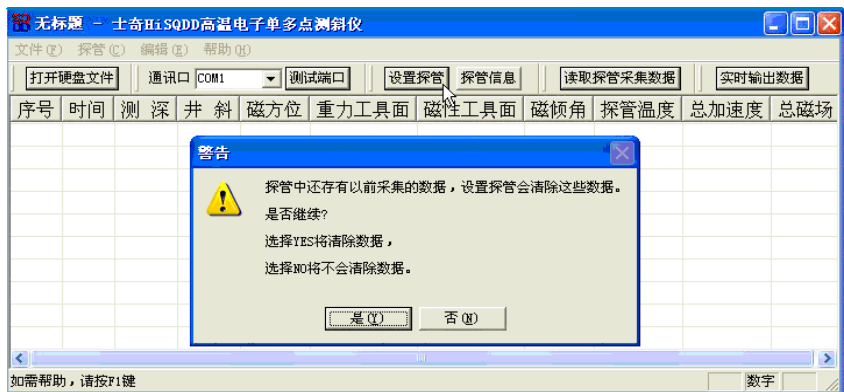

图 7
1、单击设置探管钮如果探管中存有以前测量的数据，则会有是否清除提示。请确认此数据已妥善保存，方可点击是钮，即进行设置探管操作，屏幕显示如图 7 所示。